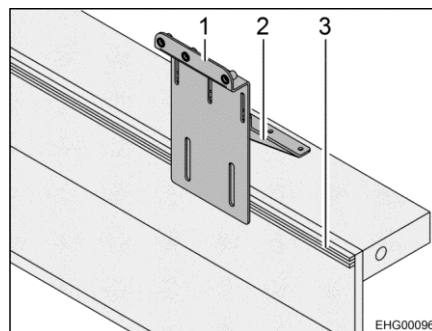

Fig. 1 Portador de la rueda de repuesto (en el riel de amarre)
- Montar el portador (Fig. 1,1) en el riel de amarre (Fig. 1,3) con los tornillos mariposa incluidos.
- Montar el ángulo de chapa (Fig. 1,2) en la pared trasera del garaje con los tornillos autorroscantes incluidos.